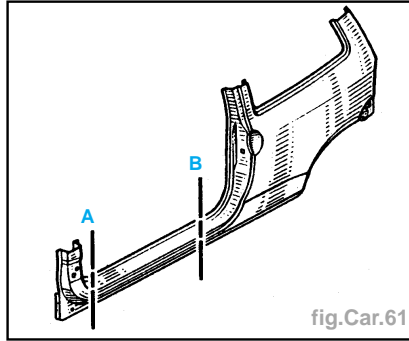

fig.Car.61
**1** : Pour remplacement partiel de la partie inférieure (fig. Car.61).
- 1 : Pour remplacement partiel de la partie inférieure (fig. Car.61).